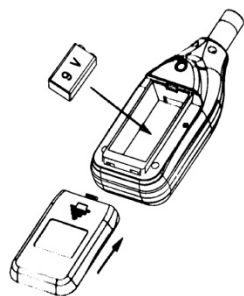

Рисунок 3
3. При напряжении на батарее питания ниже допустимого уровня на ЖК-дисплее будет отображен индикатор разряженной батареи. В этом случае следует немедленно установить в прибор новую батарею 9 В (Рисунок 3).